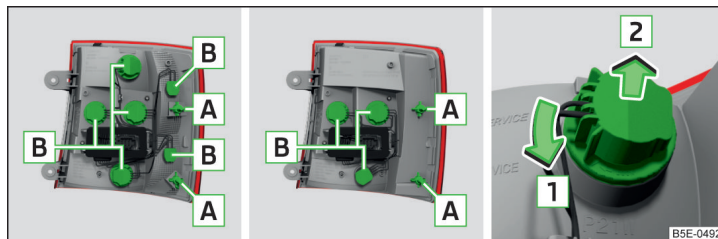

Fig. 244 Partea exterioară a lămpii: Lampa de bază / lampă cu leduri
- Rotiți soclul, împreună cu becul cu incandescentă **B**, în sensul săgeții **1** » fig. 244.